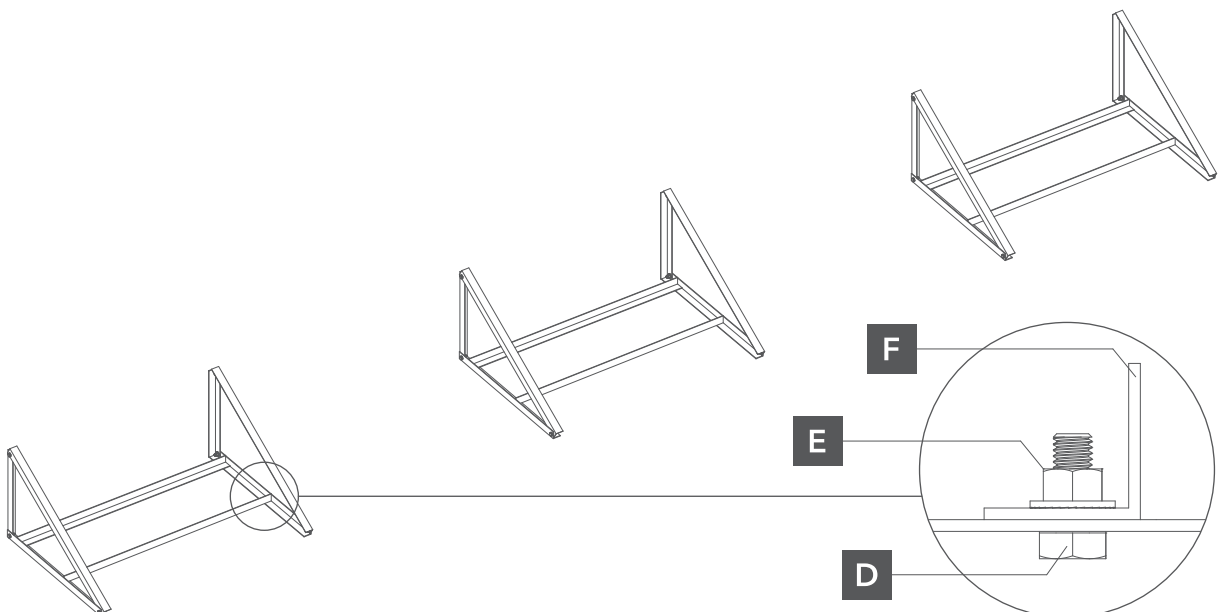

Abb. 3. Befestigung der Ballastwinkel
- 2 Die Befestigung der Gewichtsträger an der Basis des Montage-Dreiecks erfolgt mit einer Sechskantschraube DIN933 M10 X 25 und einer Muttern DIN6923 M10 (Abb. 3).